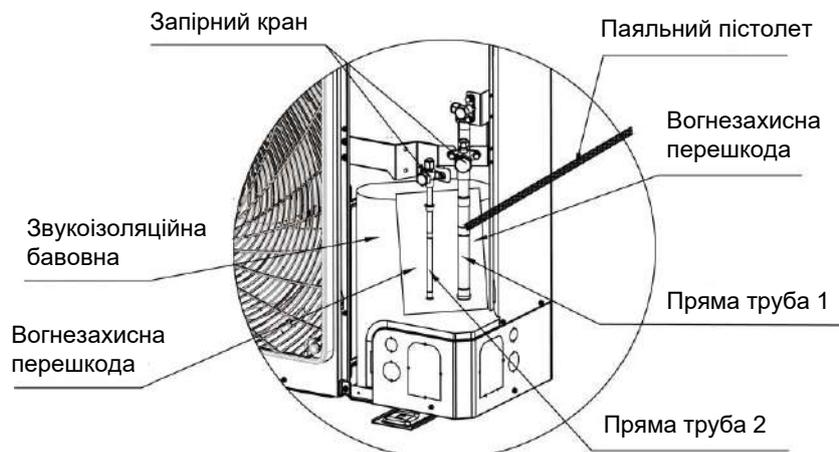
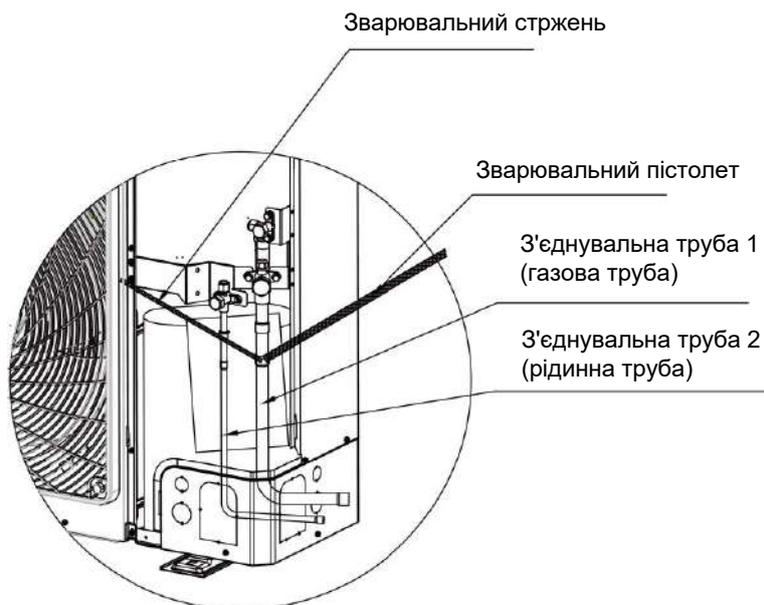

Рис. 15
Рис. 16
- (1) З'єднання труби для CHV-5S224SNMX2: як показано на рис. 15 і рис. 16, відкрийте крайню звукоізоляційну бавовну та поставте протипожежний бар'єр між компресором і прямою трубою. За допомогою паяльного пістолета відпаяйте пряму трубу 1 і пряму трубу 2. Встановіть з'єднувальну трубу 1 і з'єднувальну трубу 2 у відповідне положення, а потім закрийте отвори зварювальним стрижнем. Спочатку зваріть з'єднувальну трубу зі сторони рідини, а потім з'єднайте трубу зі сторони газу. Під час зварювання необхідно вологою марлею обернути два запірних крана. Переконайтеся, що полум'я не спалить звукоізоляційну бавовну та інші компоненти.